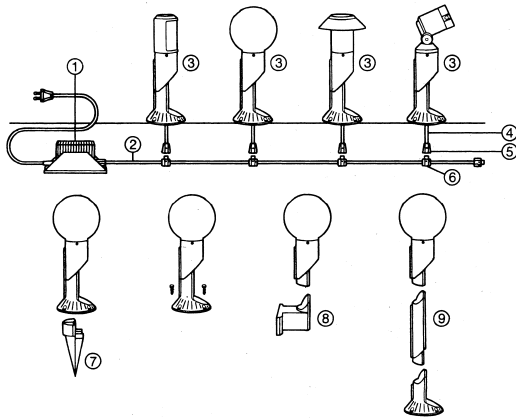

Abb. A 1
Vor Installation Ihrer GARDENA *lightline* Anlage sollten Sie eine Skizze anfertigen, in der Sie zu beleuchtende Bereiche kennzeichnen. Zur optimalen Installation beachten Sie bitte die Verlegebeispiele (Abb. A 1, A 2).
- Platzieren Sie den Trafo, sofern möglich, in der Mitte des Verlegestranges (Abb. A 1).